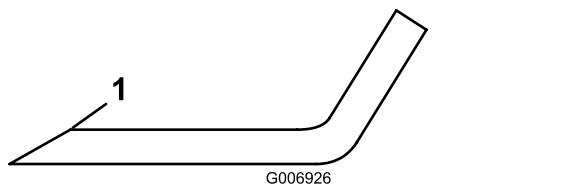

Рисунок 70
3. Осмотрите режущие кромки всех ножей. Заточите режущие кромки, если они затупились или выщерблены. Для обеспечения остроты затачивайте только верхнюю сторону режущей кромки и сохраняйте первоначальный угол заточки (Рисунок 70). Балансировка ножа не нарушается, если с обеих режущих кромок удаляется одинаковое количество материала.